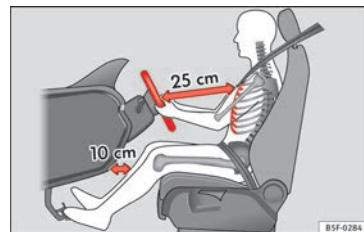
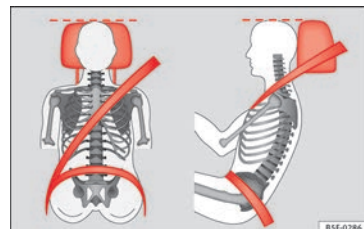

Fig. 81 Der skal være en afstand på mindst 25 cm (10 inches) mellem føreren og rattet.
Fig. 82 Korrekt placering af sikkerhedssele og indstilling af hovedstøtte
- Indstil hovedstøtten, så hovedstøttens øverste kant er på højde med den øverste del af hovedet – men ikke lavere end øjenhøjden. Baghovedet bør altid være så tæt på hovedstøtten som muligt » Fig. 81 og » Fig. 82.
- Indstil rattet, så afstanden mellem rattet og din brystkasse er mindst 25 cm (10 inches) » Fig. 81, og du med begge hænder og let bøjede arme kan tage fat om rattets sider på den yderste kant.
- Indstil sædet i længderetningen, så du kan træde pedalerne ned med let bøjede ben, og afstanden til instrumentpanelet i knæområdet er mindst 10 cm (4 inches) » Fig. 81.